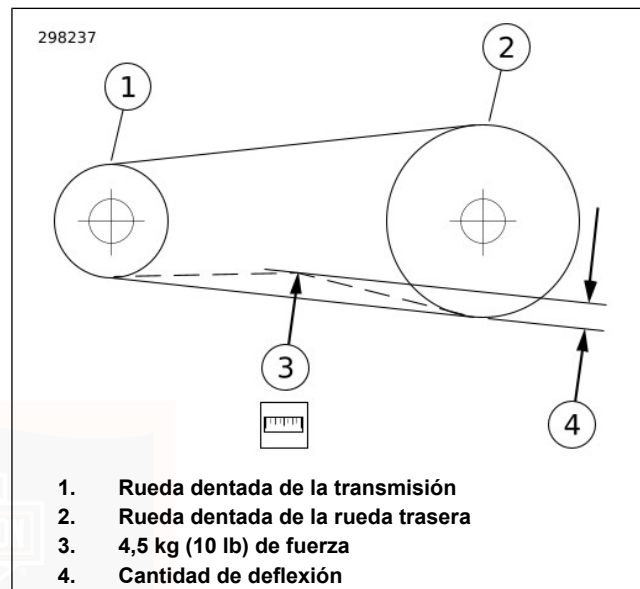

Figura 31. Comprobación de la deflexión de la correa
- b. **Todos los demás modelos:** vea Figura 31. Mida la cantidad de deflexión (4) mientras sostiene el indicador con firmeza.